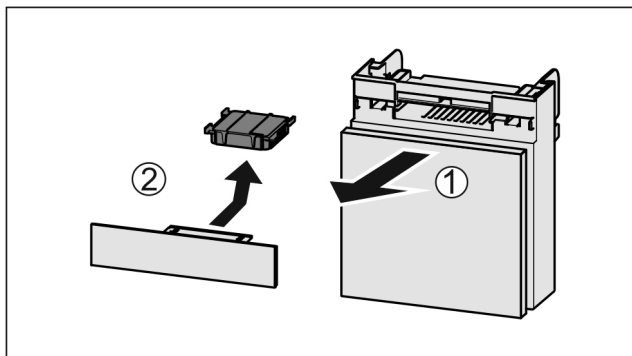

Fig. 77
- ▶ Wyciągnąć Fig. 77 (1) komorę do przodu.
- ▶ Wyjąć Fig. 77 (2) filtr z węglem aktywowanym.